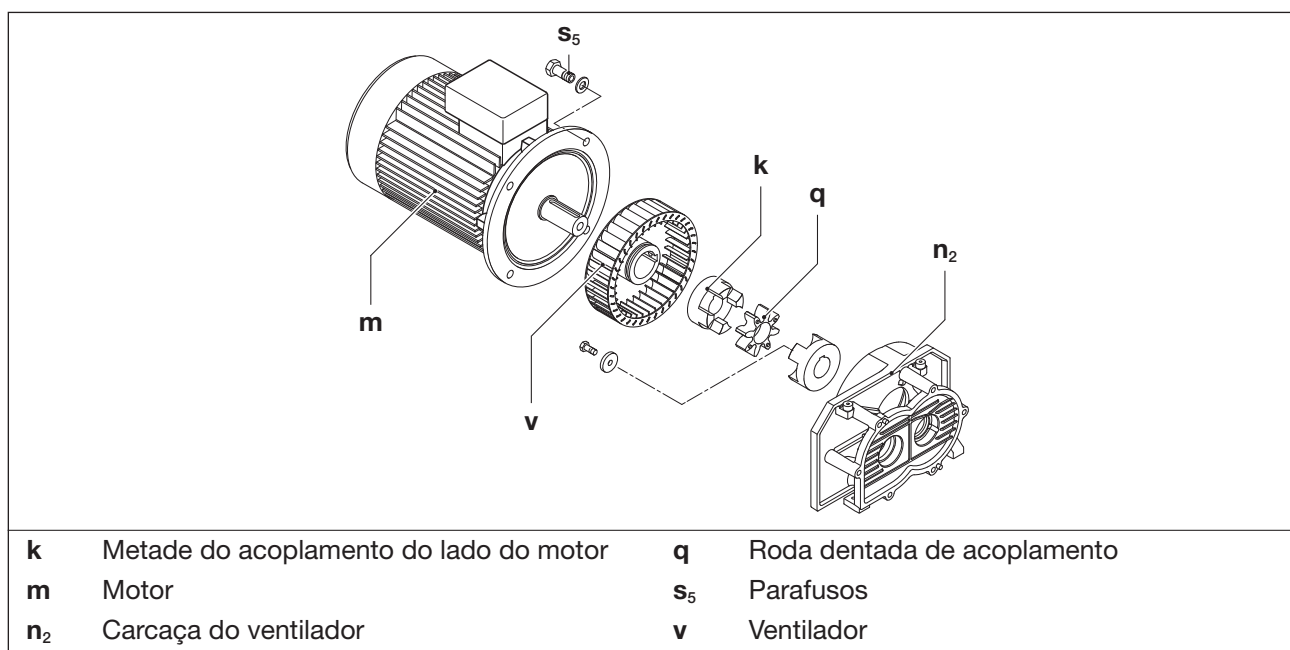

Fig. 8 Acoplamento
A roda dentada de acoplamento (Fig. 8/q) está sujeita a desgaste e deve ser verificada regularmente (pelo menos 1 vez por ano). O ventilador (Fig. 8/v) também deve ser verificado quanto a danos de tempos em tempos.
- Usando o equipamento de elevação, suspender o motor (Fig. 8/m) pela cobrejunta de transporte.
- Soltar os parafusos (Fig. 8/s₅) do flange do motor e retirar axialmente o motor com metade do acoplamento do lado do motor (Fig. 8/k) da carcaça do ventilador (Fig. 8/n₂).
- Verificar a roda dentada (Fig. 8/q). Se a roda dentada estiver danificada ou gasta, substituí-la.
- Verificar o ventilador (Fig. 8/v) e substituir, se necessário.
- Deslizar axialmente a roda dentada e o motor, com metade do acoplamento, no lado do motor novamente e fixar no flange do motor com os parafusos (Fig. 8/s₅).